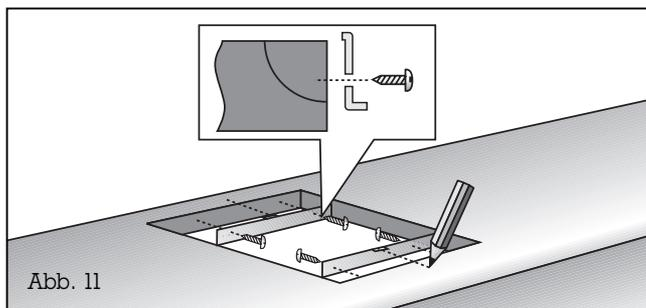

Abb. 11
- **Markieren Sie genau die Mitte des Ausschnitts.** Befestigen Sie die Befestigungsschienen an der Vorder- und Hinterkante des Ausschnitts. Achten Sie darauf, dass die Nasen der Befestigungsschienen auf der Arbeitsplatte aufliegen und dass die Mittenmarkierung der Befestigungsschienen genau mit der Mittenmarkierung des Ausschnitts übereinstimmt (Abb. 11).